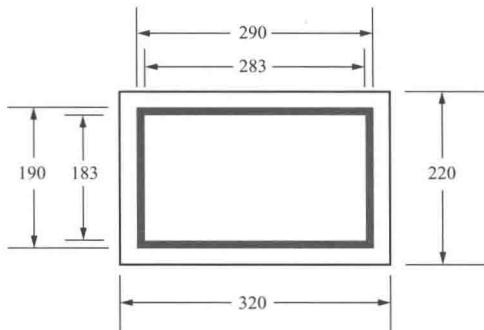

图 1-13 避雷器标志牌尺寸参考类型（一）
(1) 变电站避雷器标志牌基本图形为长方形，衬底色为白色，边框为红色，标志内容为红色，字体为黑体字。字号可根据标志牌尺寸、字数适当调整。
(2) 避雷器标志牌尺寸参考类型（一）如图 1-13 所示。